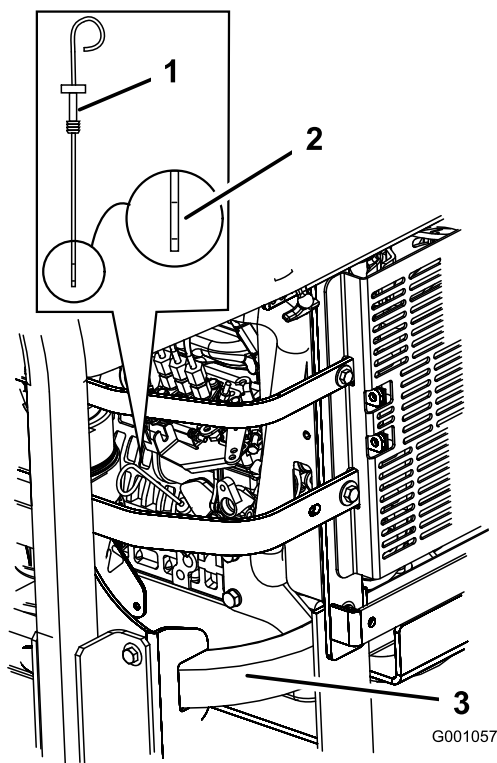

Figura 42
3. Limpie alrededor de la varilla de nivel de aceite (Figura 42) de forma que la suciedad no penetre por el orificio de llenado y cause daños en el motor.
4. Retire la varilla de aceite y limpie el extremo metálico (Figura 42).
5. Introduzca la varilla a fondo en el tubo de llenado. Retire la varilla y observe el extremo metálico (Figura 42). Si el nivel de aceite es bajo, vierta lentamente sólo la cantidad de aceite suficiente en el orificio de llenado para que el nivel llegue a la marca Lleno.